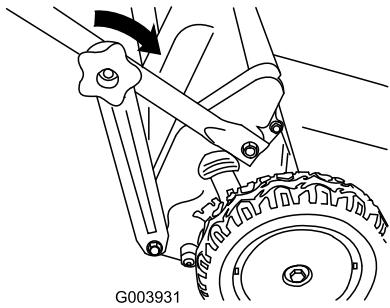

Figure 19
- Montez les boutons de la partie inférieure du guidon et serrez-les au maximum à la main (Figure 19).